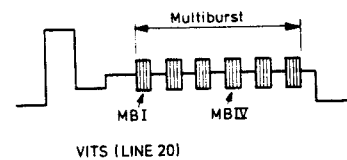

Fig. 15
- R3167 so abgleichen, dass die Amplitude von MB IV = MB I (siehe Bild 15).